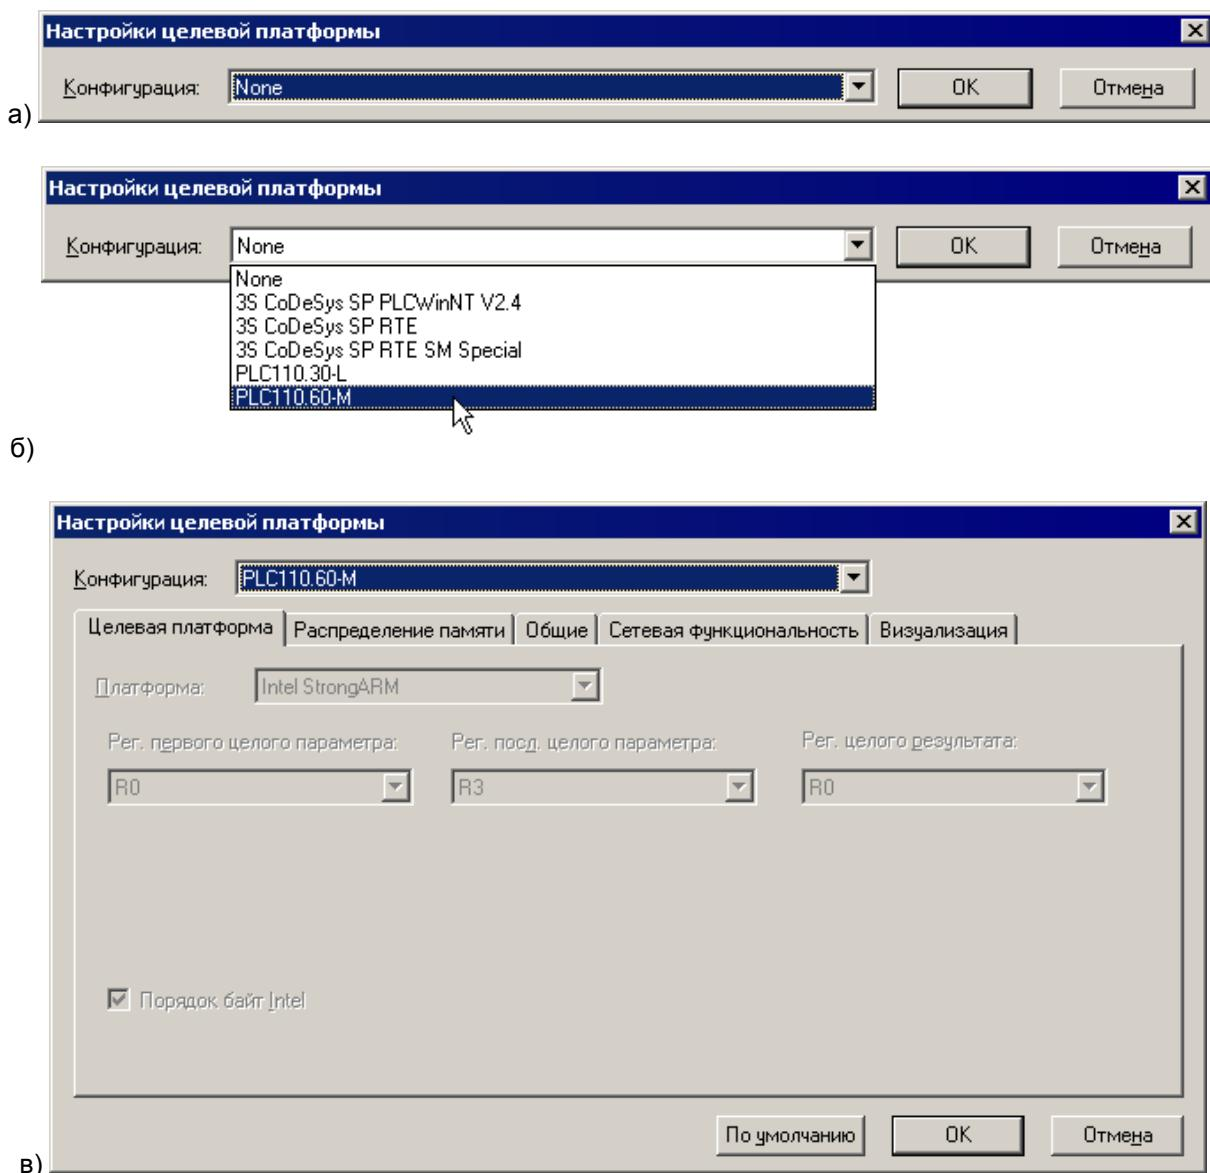
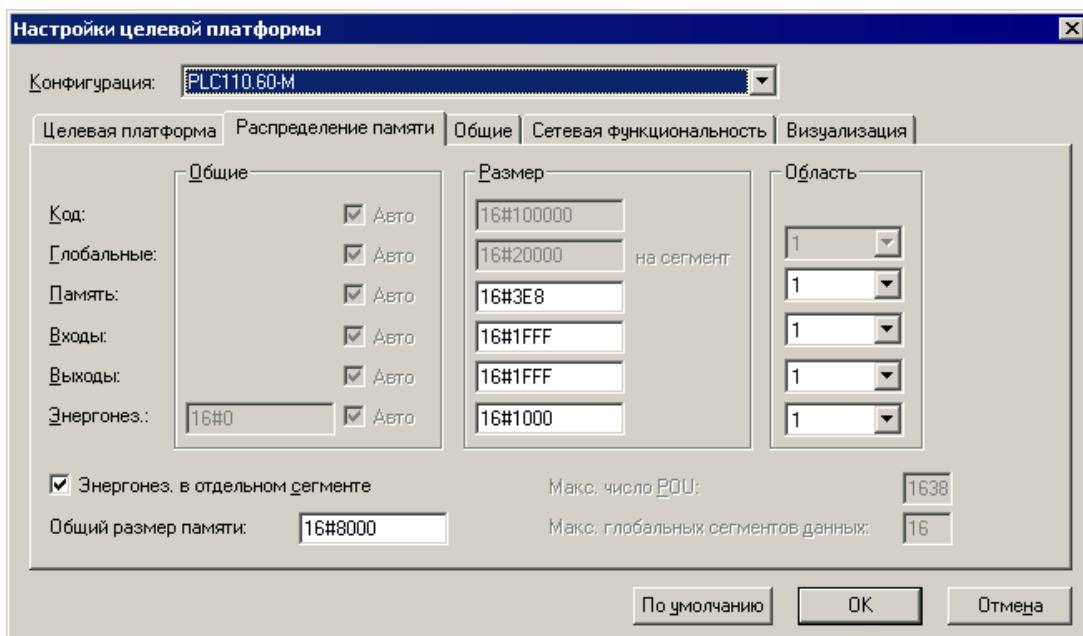

Рисунок 3.4 – Окно «Настройки целевой платформы (Target Setting)»
Рисунок 3.5 – Окно «Настройки целевой платформы (Target Setting)», вкладка «Распределение памяти (Memory Layout)»
- 3) В открывшемся окне «Настройки целевой платформы (Target Settings)» (рисунок 3.4, а) – нажатием на кнопку у правого края поля **«Конфигурация (Configuration)»** раскрыть список предварительно установленных на ПК Target-файлов (см. п. 3.2). В списке – выделить требуемый файл (рисунок 3.4, б) и щелкнуть на его названии левой кнопкой мыши.
- 4) В открывшихся вкладках окна «Настройки целевой платформы (Target Setting)» отображаются установленные производителем значения параметров целевой платформы (рисунок 3.4, в). Как правило, установленные производителем значения параметров не требуют изменения. Исключение могут составить размеры сохраняемой при отключении питания Retain-памяти и памяти входов/выходов. По умолчанию размер сохраняемой при отключении питания Retain-памяти установлен равным 4 кБ, но при необходимости может быть увеличен до 16 кБ. Для того, чтобы увеличить размер Retain-памяти, следует перейти на вкладку «Распределение памяти (Memory Layout)» окна «Настройки целевой платформы (Target Setting)» (см. рисунок 3.5), и исправить значение в строке Retain («Энергонез.»): значение «16#1000» заменить на «16#4000». Для того, чтобы увеличить размеры памяти входов/выходов, следует перейти на вкладку «Распределение памяти (Memory Layout)» окна «Настройки целевой платформы (Target Setting)» (см. рисунок 3.5), и исправить значение в строках «Входы»/ «Выходы»: значение